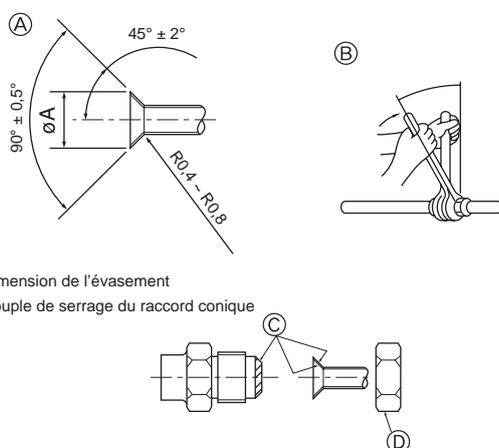

Fig. 4-1
- Appliquer un film mince d'huile réfrigérante sur la surface du tuyau et du support du joint avant de serrer l'écrou évasé. Ⓐ (Fig. 4-1)
- Utiliser deux clés pour serrer les connexions des tuyaux. Ⓑ (Fig. 4-1)
- Appliquer de l'huile réfrigérante sur toute la surface évasée du fond. Ⓒ (Fig. 4-1)
- Utiliser les écrous évasés correspondant aux tailles de tuyaux suivantes. Ⓓ (Fig. 4-1)
Ⓐ (Fig. 4-1)
Ⓑ (Fig. 4-1)